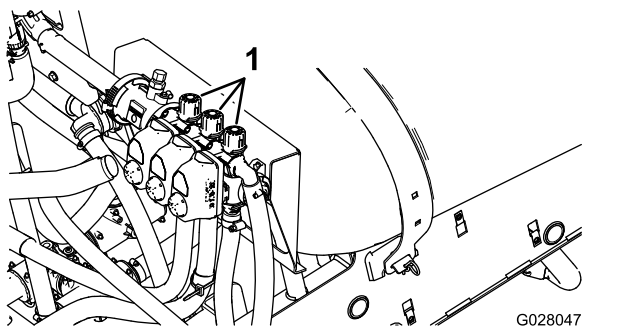

Figura 107
11. Disattivate la barra sinistra e regolate la manopola di bypass della barra (Figura 107) fino a che la pressione
13. Regolate la manopola di bypass della barra destra (Figura 107) fino a che la pressione rilevata non raggiunga il livello regolato in precedenza (normalmente 2,75 bar).
15. Regolate la manopola di bypass della barra centrale (Figura 107) fino a che la pressione rilevata non raggiunga il livello regolato in precedenza (normalmente 2,75 bar).